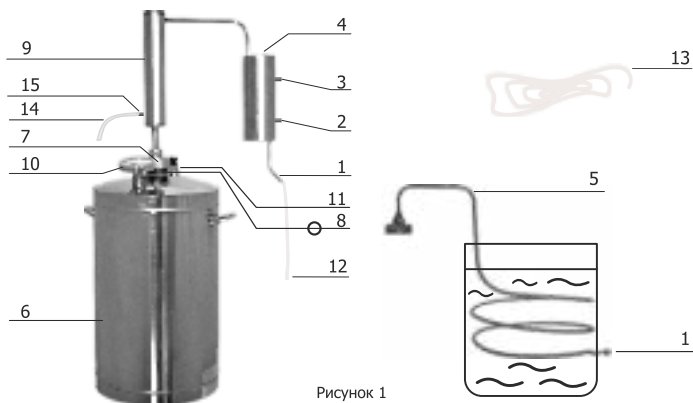

Рисунок 1
**Внимание!** Витой охладитель уложен в комплекте в “транспортировочном” положении. Для приведения его в “рабочее” положение и установки его на бак разверните, перегнув, конец трубки с пробкой в такое положение, как показано на рис. 1. Вы можете изогнуть входную часть охладителя так, как вам удобно, расположив рядом емкость для охлаждения. В качестве нее может подойти ведро или любая другая емкость достаточного объема от 10 л и выше, где будет находиться охлаждающая жидкость (холодная вода, снег и т.д.). В емкости необходимо сделать отверстие, в него через прокладку пропустить выходной конец охладителя и закрепить его. Прокладка необходима, чтобы охлаждающая жидкость не вытекала из емкости. **В процессе дистилляции следите, чтобы вода в емкости оставалась холодной. Периодически отбирайте ковшиком теплую воду, которая скапливается сверху емкости и доливайте холодную.** Для закручивания крышки бака при необходимости воспользуйтесь гаечным ключом, однако, **не прилагайте** излишнее усилие!